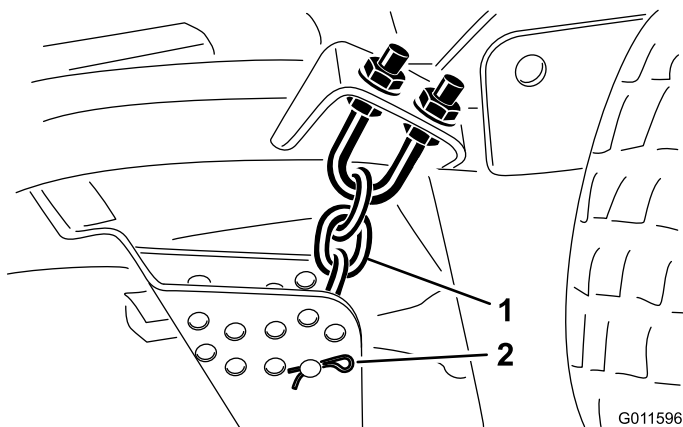

Figure 16
8. Enlevez la goupille fendue et l'axe de chape qui fixent les chaînes de hauteur de coupe à l'arrière du plateau (Figure 16).